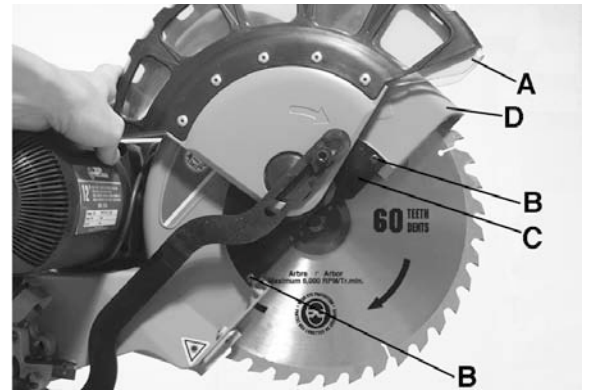

Figure 19
4. Soulevez le protège-lame inférieur (A) Fig.19 avec une main, et avec votre autre main, dévissez et retirez les deux vis à tête bombée (B) qui fixent la plaque du protège-lame (C) et le protège-lame inférieur au protège-lame supérieur (D).